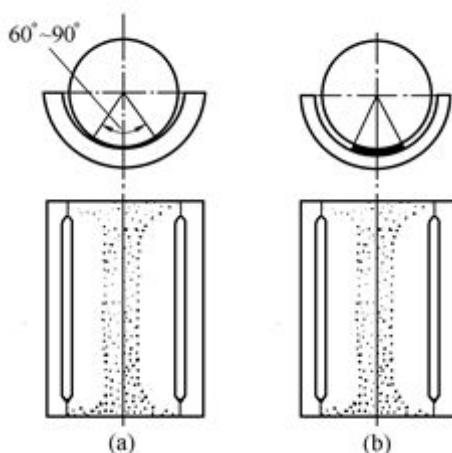

图 F-10 轴颈与下轴瓦的接触
(3)用色印法检查轴瓦与轴颈的接触情况, 轴颈与下轴瓦的接触角在 $60^\circ \sim 90^\circ$ 内, 一般风机, 转速高的接触角可小些, 转速低、负荷重的接触角可大些且应处在下轴瓦的正中。但必须注意接触角与非接触部分之间不应有明显的界限, 如图 F-10 所示。接触角部分的接触要均匀, 每 1cm^2 至少有两点接触色印。